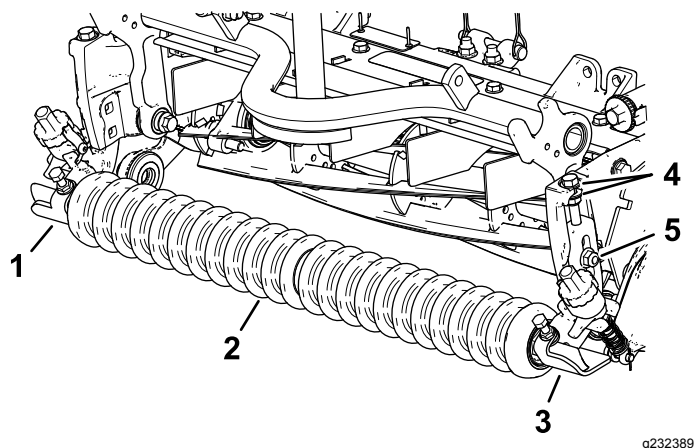

図 11
1. 左右の刈高ブラケットアセンブリと前ローラアセンブリを、カッティングユニットのサイドプレートに仮取めする先ほど取り外したキャリッジボルトを使用する 図 11。